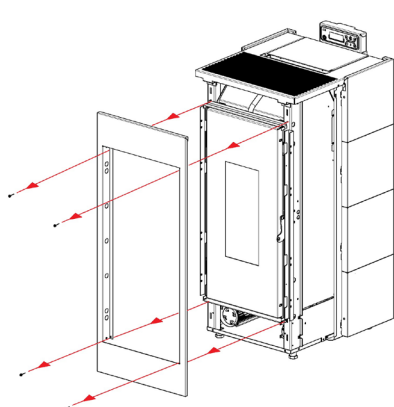

Fig. 29 - Verwijdering voorpaneel
- Verwijder het voorpaneel: draai de 4 schroeven los (zie Fig. 29 op pag. 20).